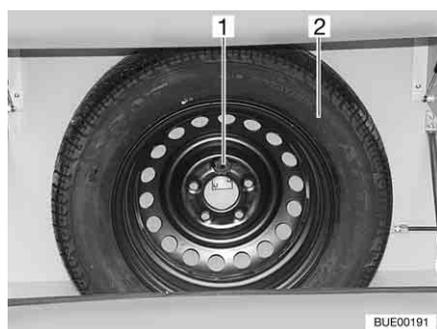

Fig. 212 Soporte para la rueda de repuesto
El soporte para la rueda de repuesto está instalado en la caja para bombonas de gas. Pagando un sobrepeso puede obtener la rueda de repuesto (Fig. 212,2).
- Soltar el tornillo (Fig. 212,1).
- Sacar la rueda de repuesto (Fig. 212,2).